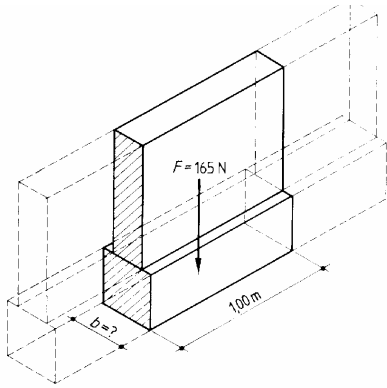

Bild 3.85 Bodenbelastung
22. Das Streifenfundament in Bild 3.85 soll je 1 m Länge eine Last von 165 kN auf einen gemischtkörnigen, halbfesten Boden übertragen. Wie breit muss das Streifenfundament in cm werden?